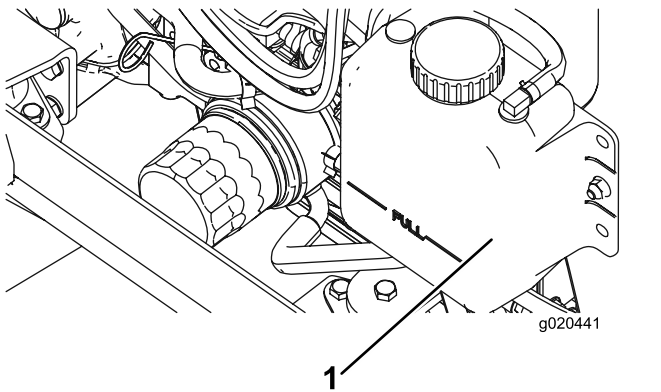

Bild 110
1. Nehmen Sie den Kühlerdeckel und den Deckel des Ausdehnungsgefäßes vorsichtig ab (Bild 110).